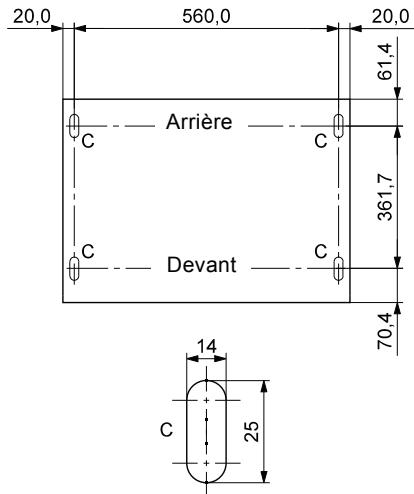

Fig. 8 Gabarit de perçage pour le socle [mm]
1. Marquer l'emplacement des orifices de montage sur le sol. Voir fig. 8.